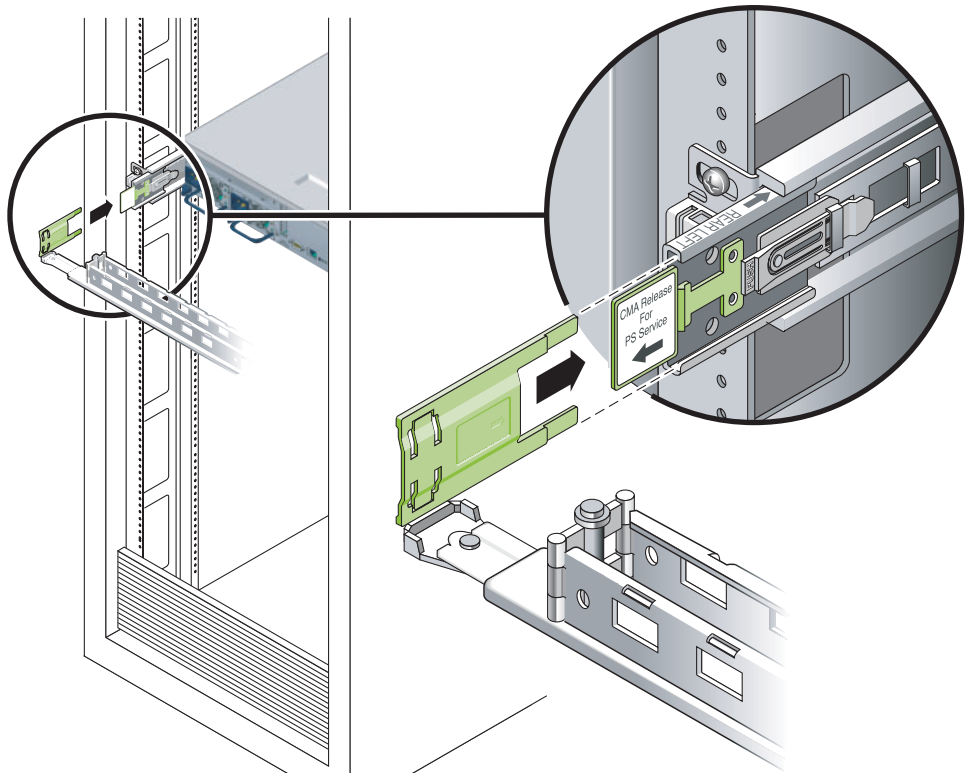

图 2-11 安装滑轨的左侧
4. 将 CMA 左侧通过铰链连接的塑料连接器完全插入 CMA 滑轨扩展部分（图 2-11）。CMA 滑轨扩展部分的塑料卡舌会将通过铰链连接的塑料连接器锁定到位。